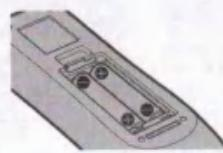

图 2
- 2) 插入电池并关闭盖板。 (先插入 "●" 端。) (图 2)